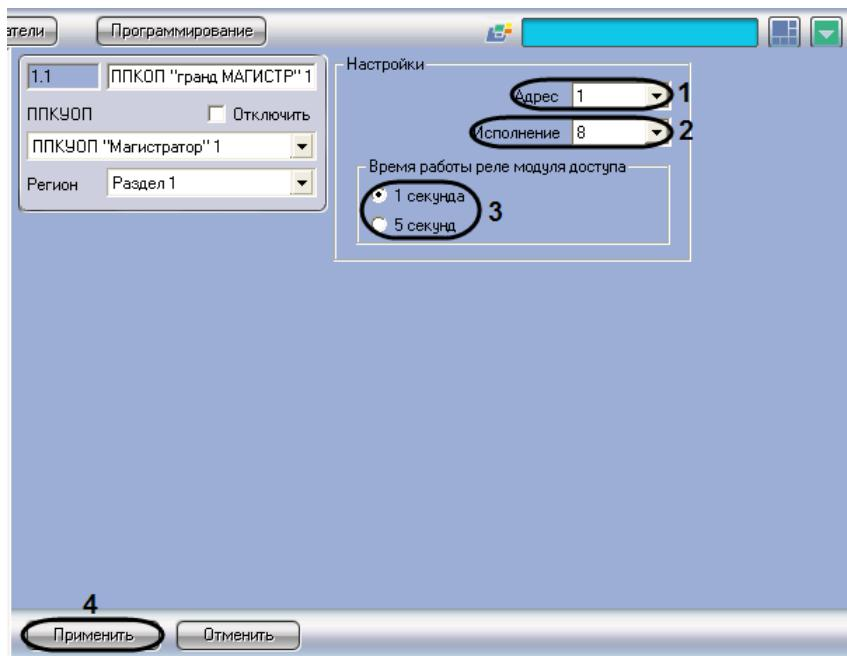

Рис. 3.3-2 Настройка прибора Гранд МАГИСТР
1. Перейти на панель настройки объекта **ППКОП “Гранд МАГИСТР”** (Рис. 3.3-2).
2. В поле **Адрес** ввести сетевой адрес прибора *Гранд МАГИСТР* в системе *Магистратор* (см. Рис. 3.3-2, 1)
3. Из раскрывающегося списка **Исполнение** выбрать исполнение прибора *Гранд МАГИСТР* по количеству контролируемых шлейфов сигнализации (см. Рис. 3.3-2, 2)
4. В группе **Время работы реле модуля доступа** установить переключатель в положение, соответствующее требуемой длительности коммутации реле электрозамков, управляемых портами доступа охранных шлейфов сигнализации (см. Рис. 3.3-2, 3).
5. Для сохранения внесенных изменений в базе данных ПК ACFA *Intellect* нажать кнопку **Применить** (см. Рис. 3.3-2, 4)